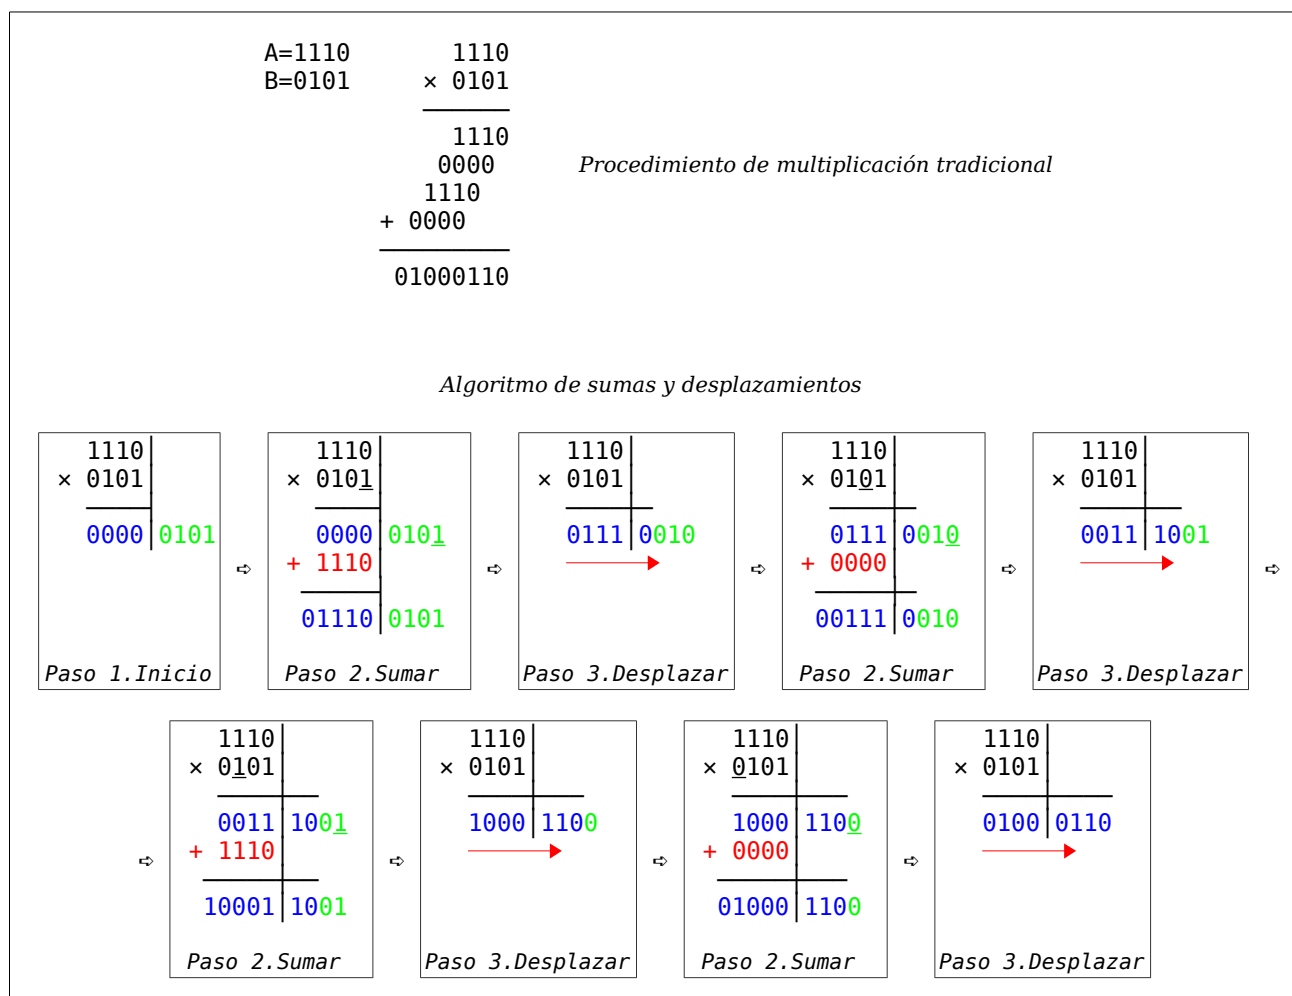

Figura 2. Algoritmo de multiplicación mediante sumas y desplazamientos.
Si nos fijamos en la parte superior de la figura 2, en el que se muestra la multiplicación de dos números binarios ($A=1110$ y $B=1010$), vemos que el procedimiento de multiplicación tradicional consiste en realizar una suma cuyos sumandos se van desplazando a la izquierda. Además, al tratarse de datos binarios, los sumandos de esta suma sólo pueden ser el primer operando de la multiplicación (el número A) o bien el cero.
En la parte inferior de la figura 2 se muestra un ejemplo de multiplicación de dos números binarios ($A=1110$ y $B=1010$) siguiendo paso a paso el algoritmo de sumas y desplazamientos.
2. **Paso 2:** En el paso 2 se analizará el valor de uno de los bits del operando B (el que se muestra subrayado en cada uno de los 'pasos 2' de la figura 2). Este bit lo tenemos siempre disponible en